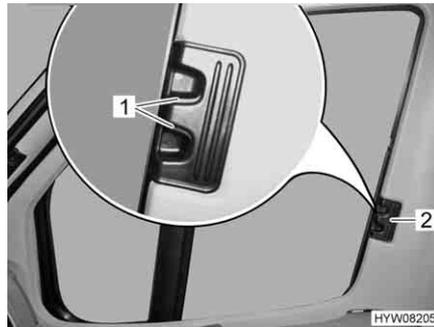

Fig. 57 Estor plegable para la ventana del conductor/acompañante
- Presionar los tiradores de desbloqueo (Fig. 57,1) y mantenerlos presionados.
- Cerrar los estores plegables para la ventana del conductor y la ventana del acompañante tirando en el tirador (Fig. 57,2) hacia el otro lado de la ventana y uniéndolos en las tiras magnéticas.
- Introducir los estores plegables para la ventana del conductor y la ventana del acompañante hasta el tope desplazando el tirador (Fig. 57,2).
- Soltar los tiradores de desbloqueo (Fig. 57,1) y dejar que engatillen.